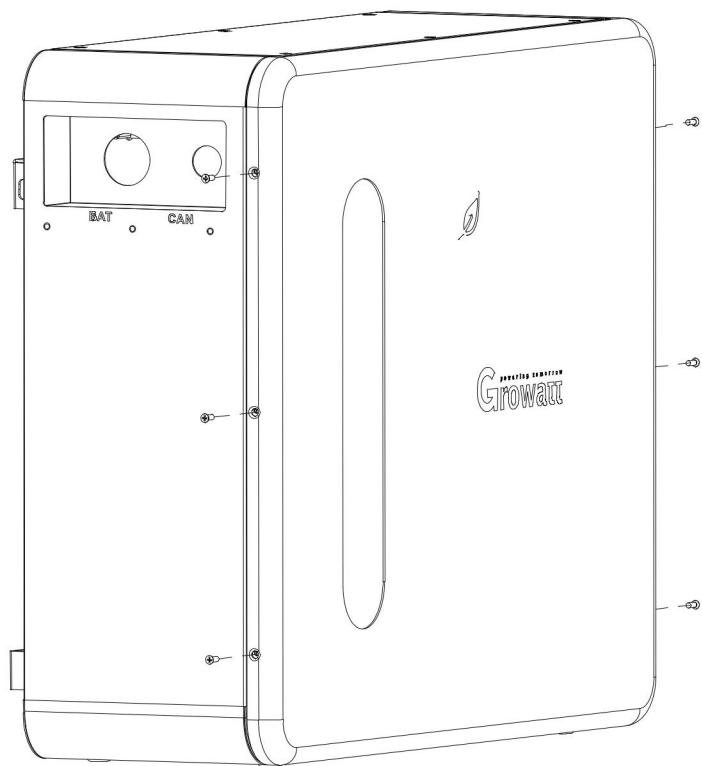
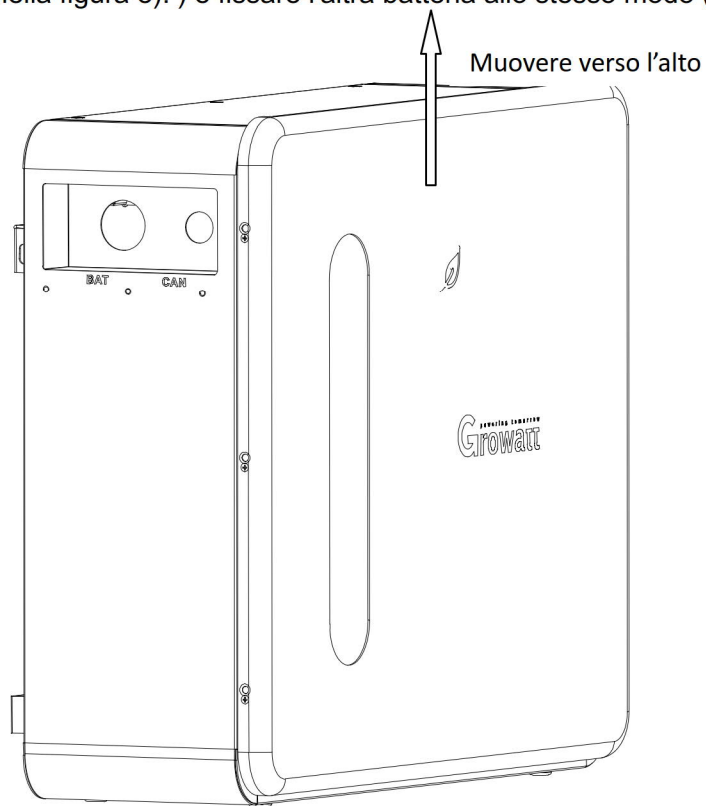
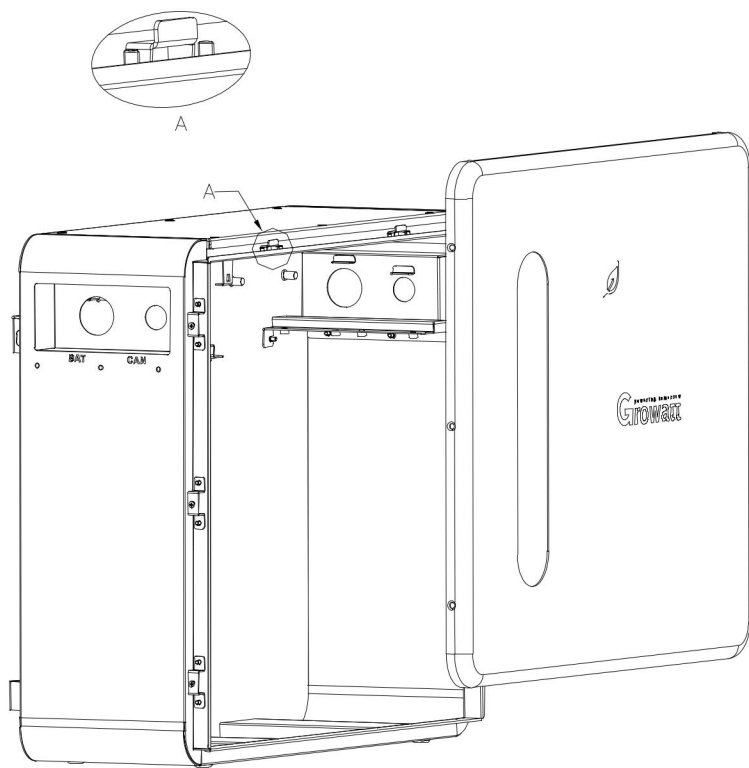

Figura 5 .(rimuovere le viti sui lati sinistro e destro)
Figura 6. (spingere verso l'alto il pannello anteriore)
Figura 7. (Staffetta a forma di "I")
1、 Utilizzare un cacciavite a croce per allentare le sei viti a testa svasata sul lato sinistro e destro del cabinet (come mostrato nella figura 5). Spostare il pannello anteriore verso l'alto (come mostrato nella figura 6) e sganciarlo dalla staffetta a forma di "I" presente nella parte superiore della custodia (come mostrato nella figura 7).